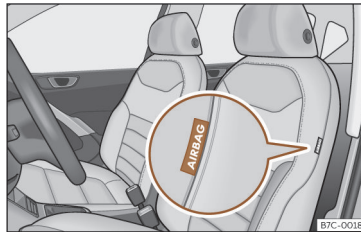
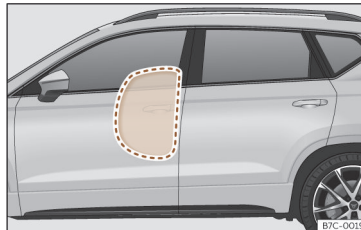

Fig. 27 Airbag latéral dans le siège du conducteur.
Fig. 28 Airbag latéral complètement gonflé du côté gauche du véhicule.
Les airbags latéraux se trouvent dans les dossiers des sièges avant >>> **fig. 27**, >>> **fig. 28**.
- Assurez-vous que les enfants voyagent correctement assis dans leur siège et ne placent pas leur tête dans la zone de déploiement des airbags latéraux >>> fig. 28, car ceux-ci pourraient les heurter et provoquer des blessures graves en cas de déclenchement.